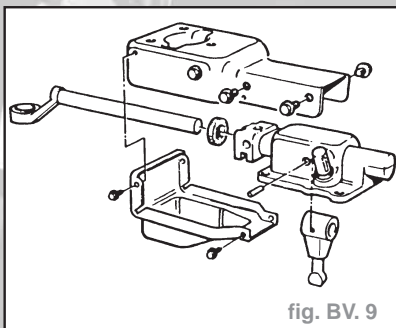

fig. BV. 9
- Déposer les trois boulons et deux vis, retirer le carter de changement de vitesses à distance de la grille de guidage (fig. BV. 9).
- Poser une bague d'étanchéité radiale neuve sur tringle de commande (fig. BV. 9).